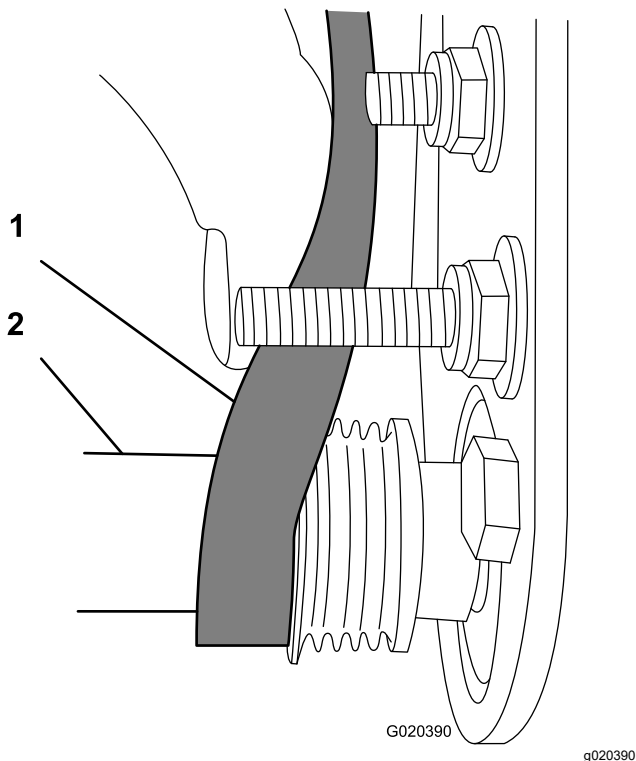

Figura 25
- C. Utilize uma chave de caixa profunda (9/16 pol.) para rodar o conjunto da escova e orientar a correia para a polia da transmissão (Figura 25).